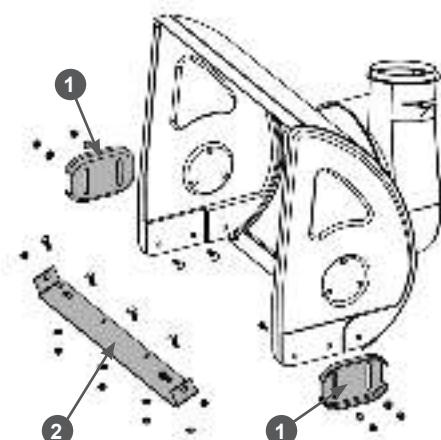

Рис. 35 Обслуживание кожуха шнеков
1. Открутите гайки, извлеките болты крепления полозков 1 (Рис. 35) и снимите полозки с кожуха шнеков.
2. Переверните полозки на 180 градусов или установите новые полозки и закрепите их четырьмя болтами и гайками (Рис. 35). Перед окончательной затяжкой гаек отрегулируйте высоту забора снега.
Для наглядности на Рис. 35 кожух шнеков показан без шнеков, редуктора и валов.
1. Открутите гайки, извлеките болты крепления и снимите нижнюю накладку 2 с кожуха шнеков (Рис. 35).
2. Установите новую нижнюю накладку и закрепите ее болтами и гайками (Рис. 35).